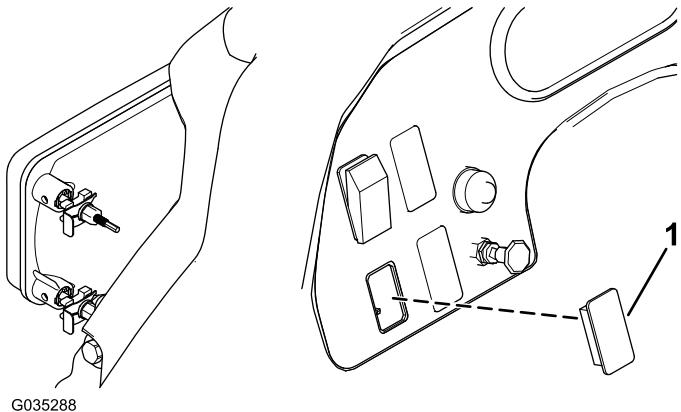

図 7
1. ダッシュボード左側にあるプラスチック製のプラグを外す図 7。